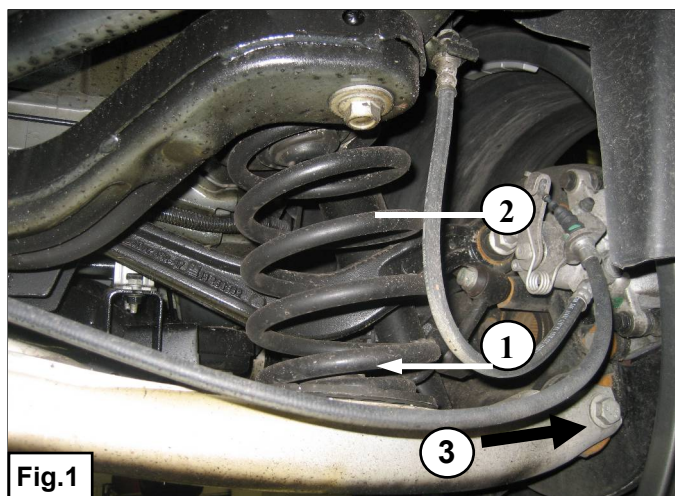

Fig.1
1. Soutenez le bras de suspension et démontez le boulon indiqué 3. **Attention : le bras de suspension est sous tension.** Voir fig. 1.
1. Stötta upp bäarmen och demontera bulten enligt bilden 3. **Kontrollera så att bäarmen spänner emot fjädern.** Se fig.1.